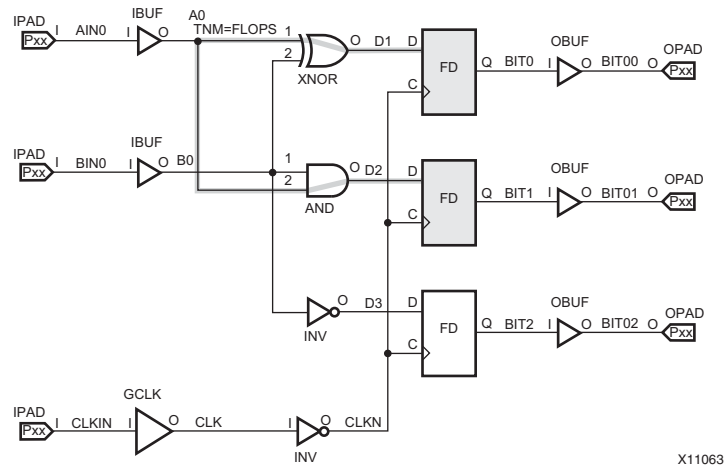

図 3-3 : CLK の TNM が組み合わせロジックを介して同期エレメント (フリップフロップ) までトレース される例
- 図 3-3 「CLK の TNM が組み合わせロジックを介して同期エレメント (フリップフロップ) までトレース される例」